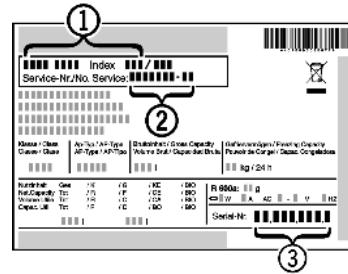

Fig. 16
- ▶ Назва пристрою Fig. 16 (1), сервісний номер Fig. 16 (2) та серійний номер Fig. 16 (3) вказані на табличці типів. Табличка типів знаходитьться всередині пристрію, зліва.
- ▶ Повідомте сервісну службу про характер неполадки, назву пристрою Fig. 16 (1), сервісний номер Fig. 16 (2) та серійний номер Fig. 16 (3).